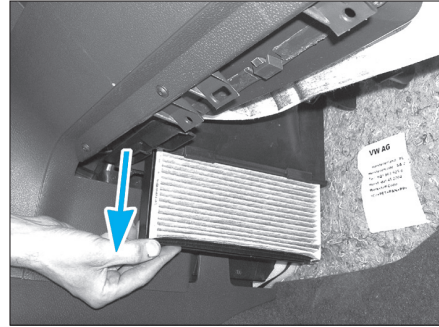

Fig. 2
- Extraire le filtre à air d'habitacle (Fig.2).